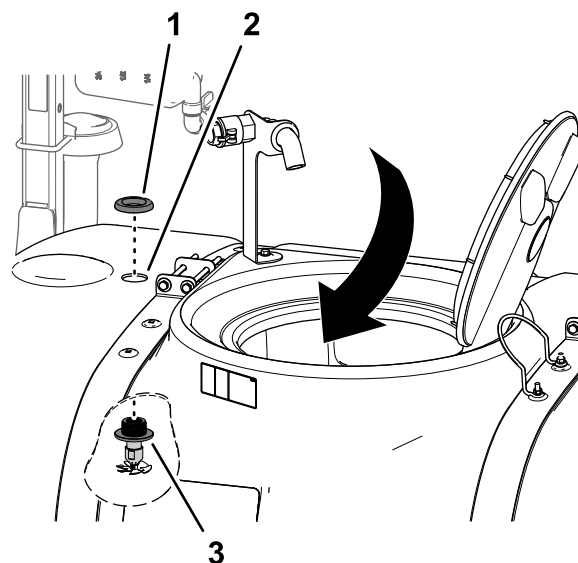

Figura 22
- En el orificio de 4,5 cm delantero del depósito de fumigación, repita los pasos 1 a 2 con el otro conjunto de boquilla de enjuague (Figura 22).